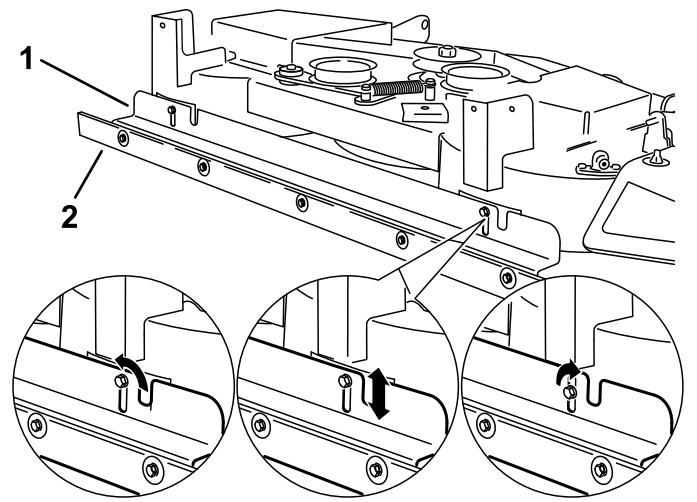

Figura 10
Para modificar el efecto de rayado de la carcasa de corte, eleve o baje la altura de la rasqueta ajustando la posición de la pletina de sujeción. Para obtener los mejores resultados, sitúe el borde inferior de la rasqueta 6–13 mm ($\frac{1}{4}$ – $\frac{1}{2}$ ") por debajo del borde inferior de la carcasa (Figura 10).
3. Afloje los 2 tornillos con arandela prensada (autorroscantes) que sujetan la pletina de sujeción (Figura 10).
- Para intensificar el efecto rayado, baje la pletina de sujeción hasta obtener el efecto deseado (Figura 10).
- Para disminuir el efecto rayado, eleve la pletina de sujeción hasta obtener el efecto deseado (Figura 10).
6. Apriete los 2 tornillos con arandela prensada (autorroscantes) que sujetan la pletina de sujeción (Figura 10).